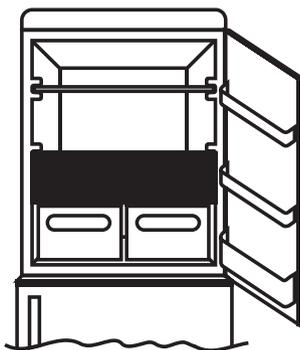

rys.8
• Aby zachować najlepszy smak, wartości odżywcze i świeżość żywności, wskazane jest przechowywanie jej w lodówce, jak pokazano na rys. 8 poniżej, pamiętając, aby zwinąć je w folię aluminiową lub plastikową lub przechowywać w odpowiednich zamkniętych pojemnikach, aby uniknąć zanieczyszczenia krzywymi.